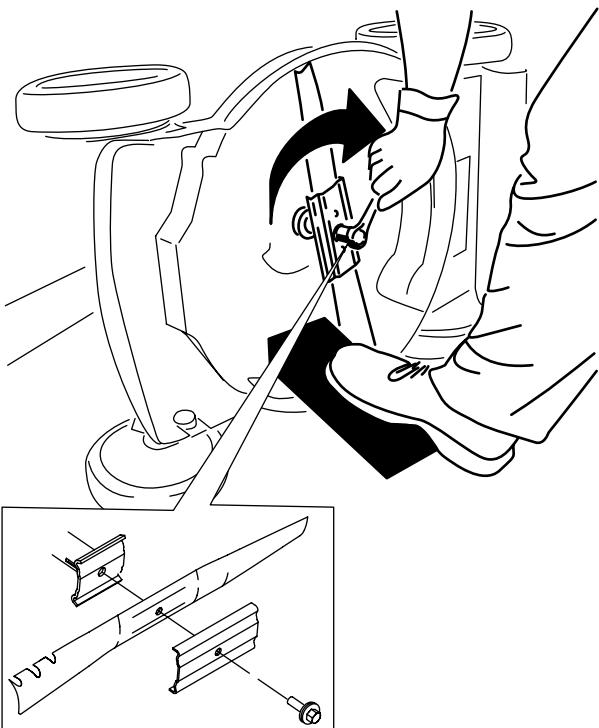

図 29
5. 新しいブレードを取り付ける。外したボルト類を使用する図 29。